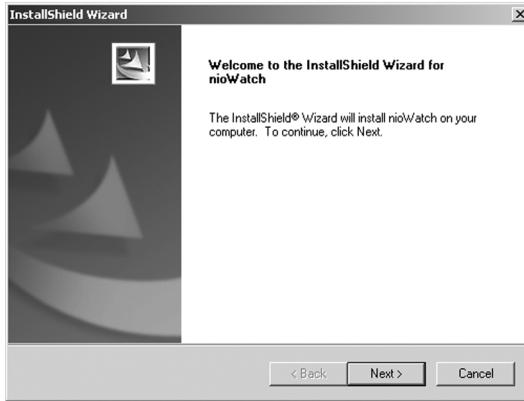

Figure 26
1. Cliquez sur « **Next** » dans l'écran de bienvenue de l'Assistant InstallShield de BARCO NioWatch (figure 26) pour commencer l'installation ou cliquez sur « **Cancel** » pour annuler et revenir à l'Assistant d'installation du produit BarcoMed.